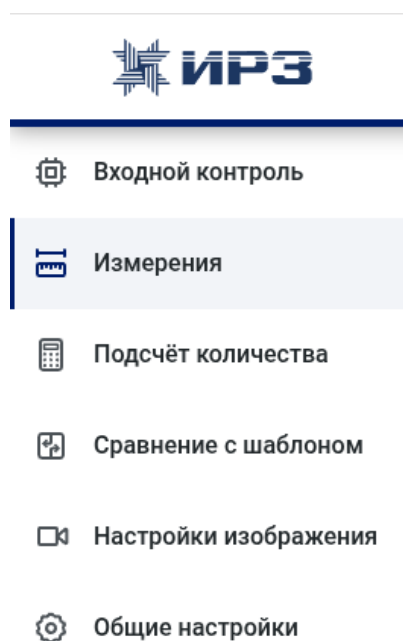

Рисунок 14 – Меню измерения
2.2.4.24 Откройте меню измерения (см. Рисунок 14).